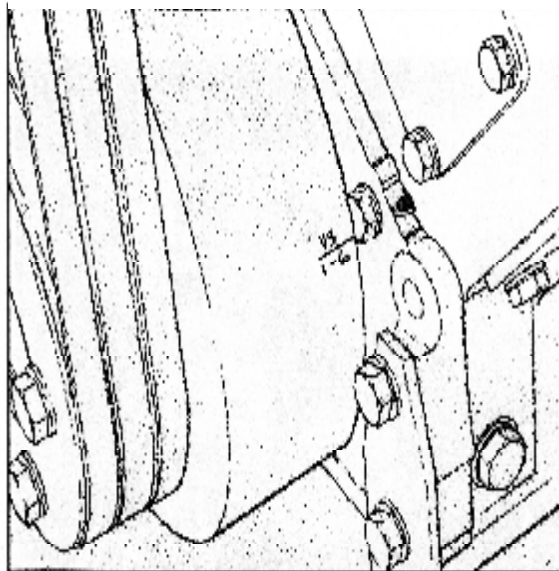
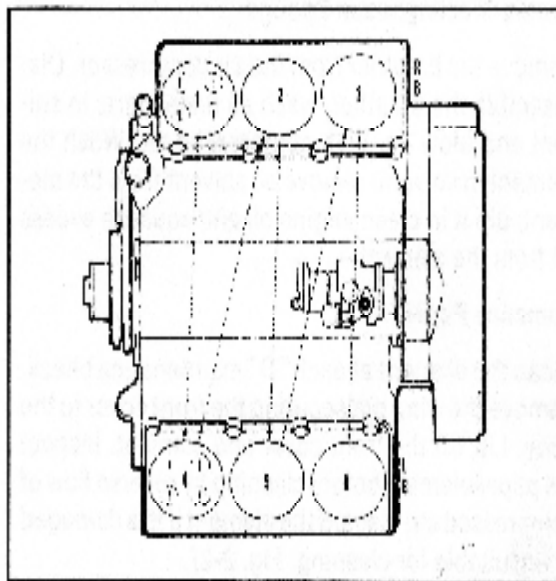

Рис.2-28. Метки на клапане OM1035L двигателя V/VT-555, CID
Рис. 2-29. Порядок зажигания, двигатель V11461 V6
1. Проверните вручную двигатель, пока не покажется метка №1 VS (см. Рис. 2-28). В этом положении у цилиндра №1 закрыты клапаны как подачи, так и выхлопа. Если нет, проверните вал на один оборот. См. Рис. 2-29, 2-30 и Таблицу 2-5 (порядок зажигания).